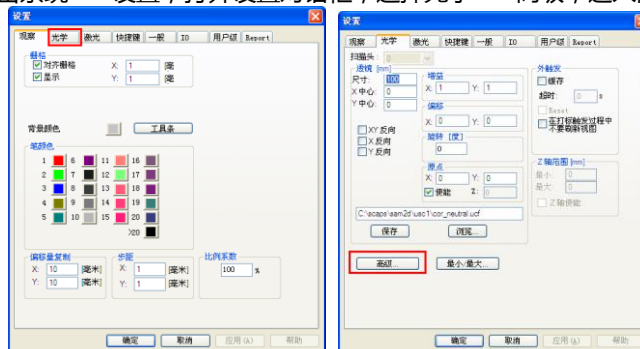

图 18
- 1) 打开 SAMLight 软件, 点击系统—>设置, 打开设置对话框, 选择光学—>高级, 进入高级设置, 如图 18 :